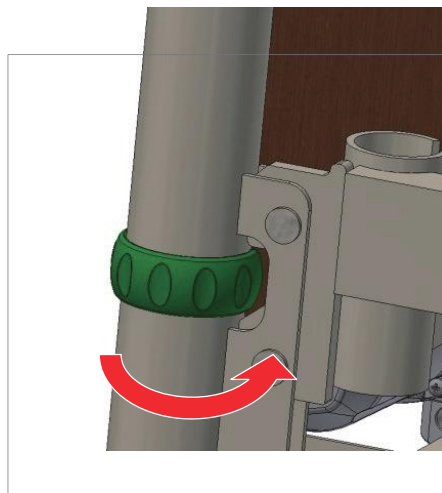

Figure 4: collier verrouillé
9. Tournez le collier de verrouillage pour couvrir l'étiquette (Figure 4). Répétez les deux côtés.
13. Tournez le collier de verrouillage pour couvrir l'étiquette (Figure 4). Répétez les deux côtés.